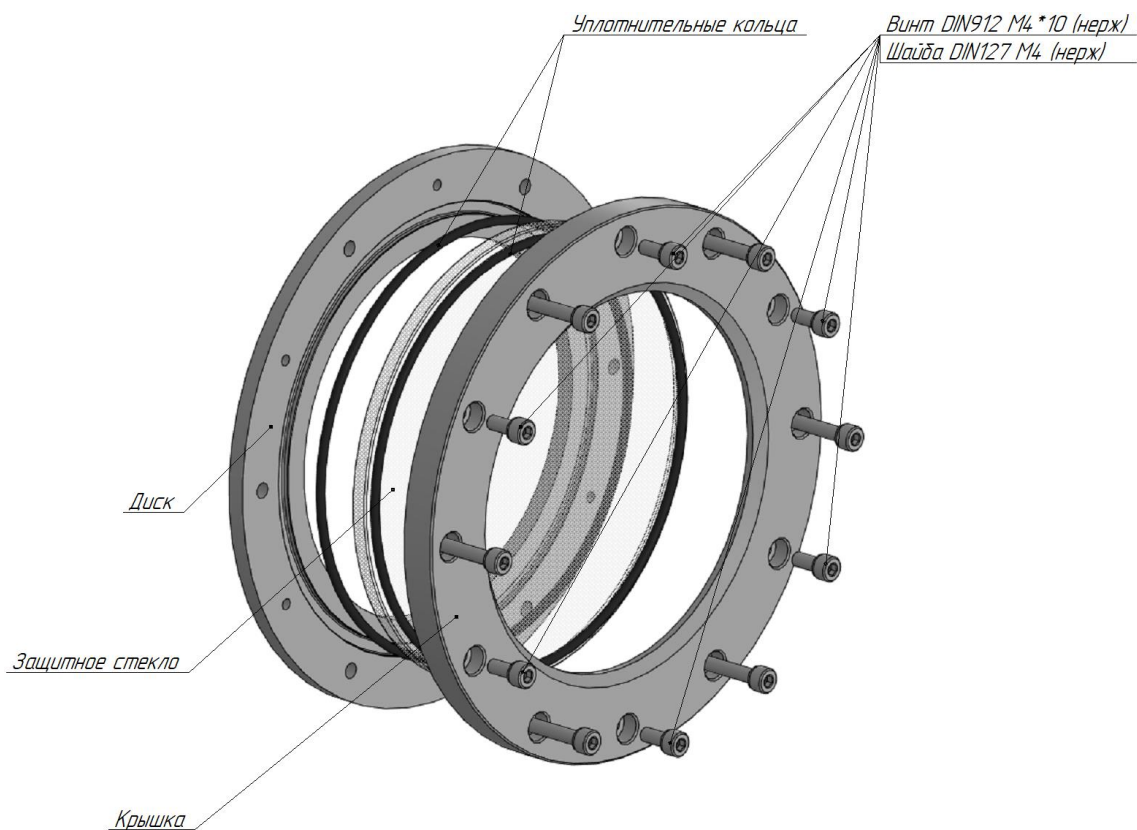

Рис. 3 – Обслуживание защитного оптического комплекта
1. На снятом защитном комплекте, открутить 6 винтов М4х10, рис. 3.
2. Снять крышку защитного комплекта и вытащить стекло, рис. 3.
4. Установить новое дополнительное стекло (входит в комплект поставки) в диск защитного комплекта, рис. 3.
5. Установить крышку защитного комплекта на диск и закрутить 6 винтов М4х10, момент затяжки должен быть не менее 3 Нм, рис. 3.